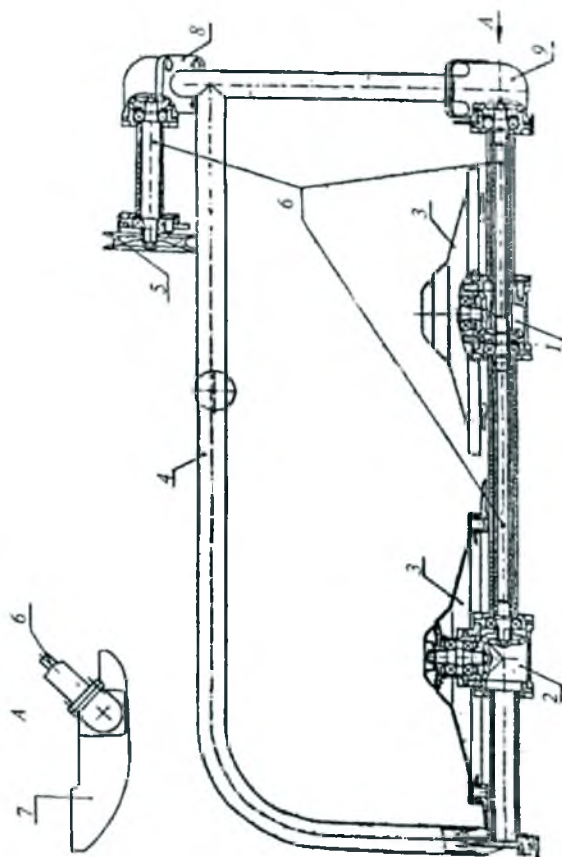
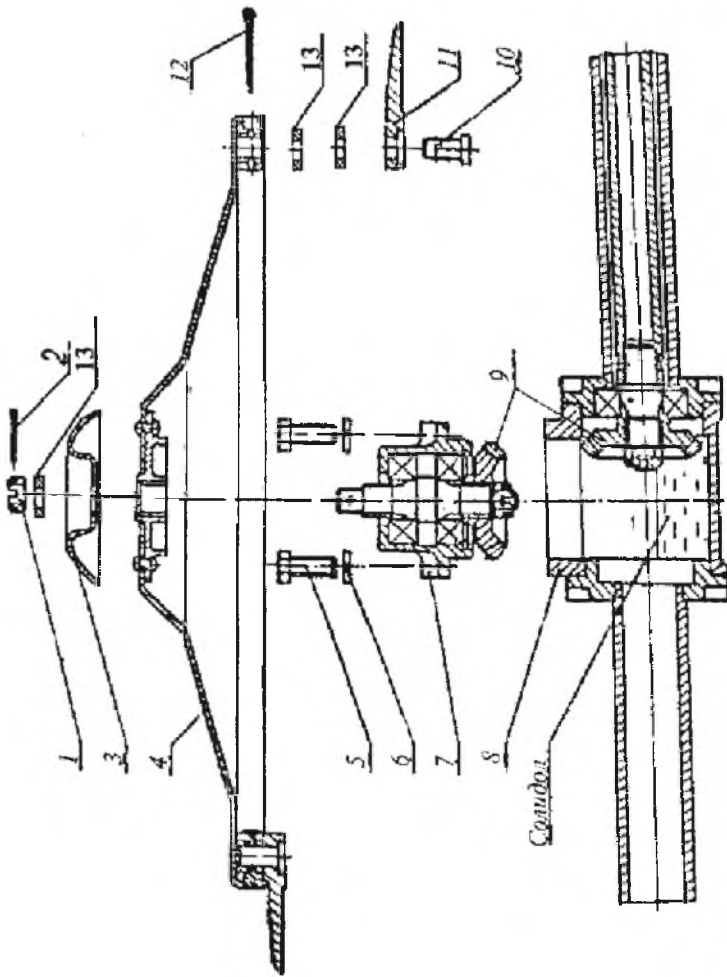

Рис. 2. Роторная косилка
Рис. 3. Режущий диск и его привод
Общий вид косилки представлен на **Рис. 2**. Конструкция режущих дисков и редуктора привода дисков представлены на **Рис. 3**.
Передача крутящего момента от приводного шкива **5 (Рис. 2)** к режущим дискам передаётся с помощью шлицевых торсионных валов **6** и конических шестерён **9 (Рис. 3)**.
8. После первых 30 мин. работы новой косилки необходимо остановить двигатель мотоблока и проверить крепление деталей **1, 2, 10, 11, 12 и 13 (Рис. 3)**, а также затяжку крепления деталей косилки. При необходимости подтянуть и законтрить.
3. Для заполнения редукторов привода первого и второго режущих дисков **1** и **2 (Рис. 2)** необходимо расконтрить и отвернуть гайку **1 (Рис. 3)**, снять шайбу защитную **3** и диск **4**, отвернуть четыре болта **5**, снять пружинные шайбы и корпус ведомой шестерни **7**.
5. Для заполнения верхнего углового редуктора **8 (Рис. 2)** необходимо отвернуть четыре болта крепления редуктора к раме **4**, затем снять редуктор **8** вместе с приводом от шкива **5**. В полость редуктора добавить 50 см³ солидола ГОСТ 4366-76. Сборку редуктора произвести в обратном порядке.
6. Для заполнения нижнего углового редуктора **9 (Рис. 2)** необходимо отвернуть четыре болта крепления редуктора к раме **4** и два болта крепления редуктора привода второго режущего диска **2** к раме **4**, затем снять нижний угловой редуктор вместе с редукторами **1** и **2**. В полость редуктора **9** добавить 50 см³ солидола ГОСТ 4366-76.